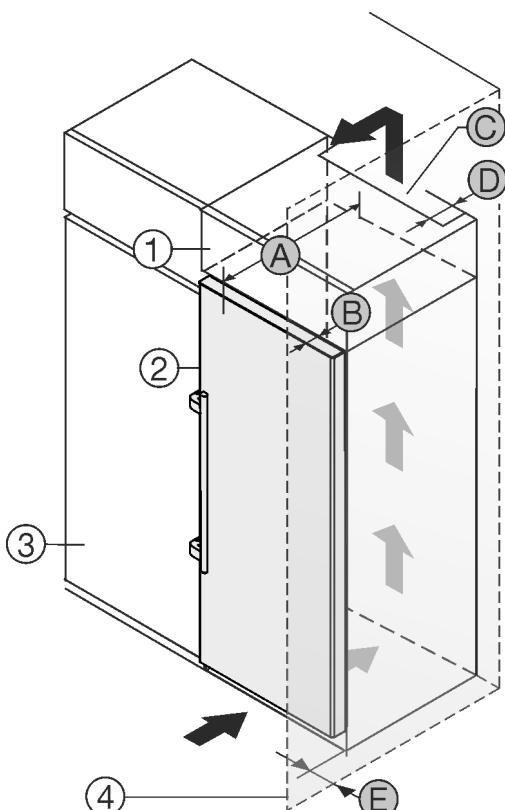

Fig. 24
Das Gerät kann mit Küchenschränken umbaut werden. Um das Gerät *Fig. 24 (2)* der Küchenzeilenhöhe anzugeleichen, kann über dem Gerät ein Aufsatzschrank *Fig. 24 (1)* angebracht werden.
Wird das Gerät direkt neben einem Küchenschrank *Fig. 24 (3)* aufgestellt, so ist ein Abstand von mind. 5cm zum Gerät notwendig. Um die Türe vollständig öffnen zu können, muss das Gerät um die Tiefe *Fig. 24 (B)* gegenüber der Küchenschrankfront vorstehen. Abhängig von der Tiefe der Küchenschränke und Verwendung von Wandabstands- haltern kann das Gerät weiter herausragen.
- An der Rückseite des Aufsatzschrankes muss ein Abluftschacht mit der Tiefe *Fig. 24 (D)* über die gesamte Aufsatzschrankbreite vorhanden sein.
- Unter der Raumdecke muss der Entlüftungsquerschnitt *Fig. 24 (C)* eingehalten werden.
Wenn das Gerät mit den Scharnieren neben einer Wand *Fig. 24 (4)* aufgestellt wird, muss der Abstand *Fig. 24 (E)* zwischen Gerät und Wand eingehalten werden. Dies entspricht dem Griffüberstand bei geöffneter Tür.